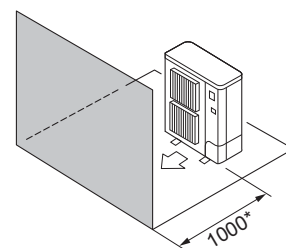

Fig. 2-6
- ④ Hindringer kun foran (fig. 2-6)